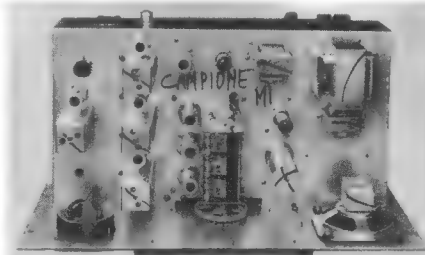
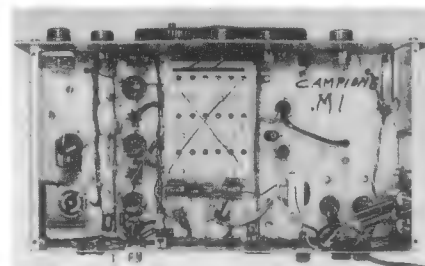

Bild 2. Blick auf die Oberseite des Chassis
Bild 3. Verdrahtung mit Hf-Vorstufen-, Oszillatoren- und Mischstufen-Block in der Mitte
Gehäuse, Chassis und Frontplatte sind aus kräftigem, grau lackiertem Stahlblech gefertigt. Das Gerät erhält dadurch ein kommerzielles Aussehen und sehr gute mechanische Stabilität. An der Frontplatte (Bild 1) sind folgende Bedienungorgane vorgesehen: Spielfreier Skalenantrieb (1), Bereichsschalter (2), Nf- (3) und Hf-Verstärkungseinsteller (4), Tonblende mit Netzschalter kombiniert (5), Schalter für zweiten Überlagerer (6), Frequenzeinsteller für den zweiten Überlagerer (7), Kopfhöreranschluß (8) und Sende/Empfangsumschalter (10). Ergänzt wird die Frontplatte durch die bekannte frequenzgeeichte Geloso-Skala, das große Anzeigeinstrument für relative Feldstärke (9) und einen Lautsprecher (11), der sich bei eingestecktem Kopfhörer abschaltet. An der Rückseite des Gerätes befinden sich der koaxiale Antennenanschluß, in den auch normale Bananenstecker passen, Anschlüsse für die Fernbedienung des Sende/Empfangsschalters, den Tonabnehmer und das Tonbandgerät, die leider nicht unserer Norm entsprechen. Der Netzspannungswähler ist besonders interessant. Er gestattet das genaue Einstellen aller Netzspannungen zwischen 100 V und 240 V in vier Grob- und vier Feinstufen von 10 zu 10 V. Die Belüftung des Gerätes ist dank der abnehmbaren perforierten Haube ausgezeichnet. Bild 2 zeigt das großflächige Chassis und Bild 3 erlaubt einen Blick in die Verdrahtung mit den drei Hf-Bausteinen in der Mitte.
Bei der neuen Mikrotechnik in den Philips-Empfängern wurde die Bauhöhe der Einzelteile einheitlich auf 10 mm festgelegt (Bild 2). Durch das Fotoätzverfahren wurde auch die „Verdrahtung“ noch miniaturisiert. Die Leitungsbreite und die Abstände zwischen den Leitungen betragen nur rund 0,3 mm, der Durchmesser der Lötfläche etwa 1,4 mm. Das Raster der gedruckten Schaltung wurde auf 0,635 mm verringert. Aber auch die Befestigung von Spulen, Wellenschaltern usw. auf dem Mikro-Print erfordert eine neue Methode. Diese Unterteile werden jetzt mit winzigen Steckern ausgerüstet, die eine sehr einfache Montage vor dem Verlöten ermöglichen. Die neue Mikro-Technik erlaubt es, einen vollwertigen Koffersuper auf kleinstem Raum zu fertigen. Ein Musterbeispiel hierfür ist der neue Taschenempfänger Nicolette L. Bei den gleichen Geräte-Abmessungen wie bei der bisherigen Nicolette sind wesentlich mehr Einzelteile und ein größerer Lautsprecher in dem neuen Gerät untergebracht (Bild 2).
Rechts: Bild 2. Die Bestückungsseite des Taschenempfängers Nicolette von Philips.